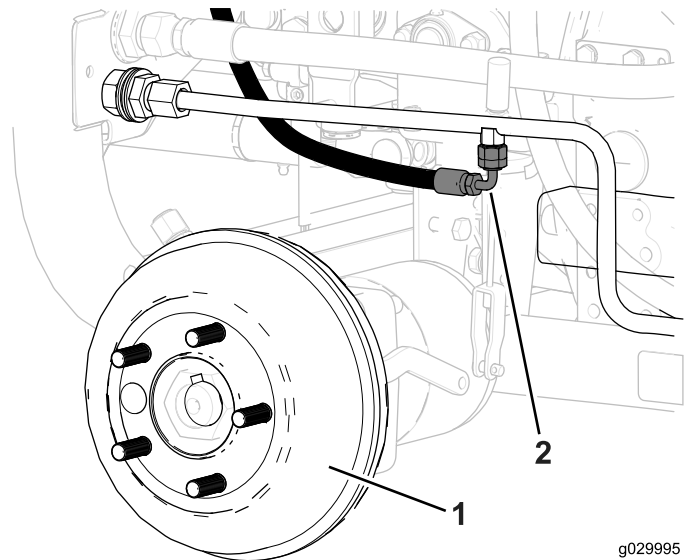

Figura 16
2. Conecte el acoplamiento de manguera (90 grados) de la manguera hidráulica larga al acoplamiento hidráulico de la línea hidráulica (Figura 16).